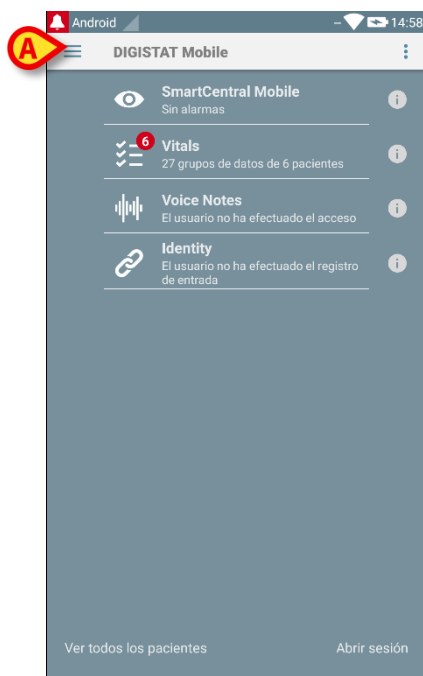

Fig 19
- Activar la pantalla principal de la aplicación Digistat® Mobile (Fig 19)
- tocar el icono  en el ángulo superior izquierdo de la pantalla (Fig 19 **A**)